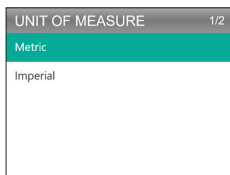

Figura 8.1.4
3. Per cambiare l'unità di misura, selezionare Unità di misura e premere [OK]. È possibile selezionare Imperiale o Metrica (vedi Figura 8.1.4).